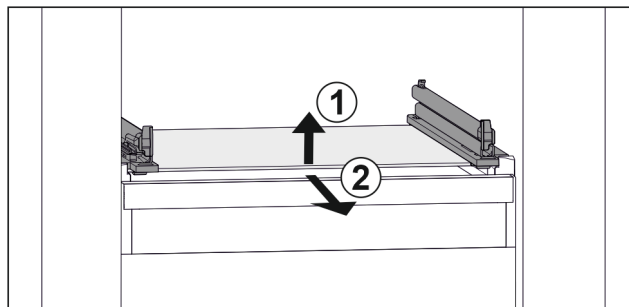

Fig. 160 Simbolična slika steklene plošče
- ▶ Steklenu ploščo dvignite v smeri naprej. Fig. 160 (1)
- ▶ Steklenu ploščo odstranite v smeri naprej. Fig. 160 (2)